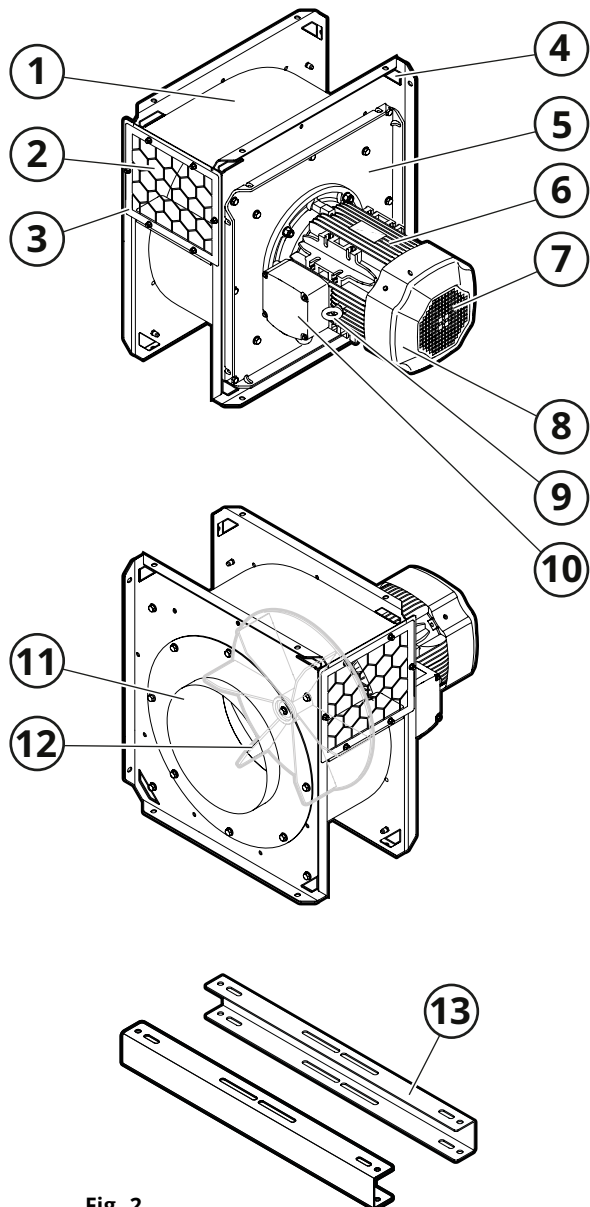

Fig. 2
Se Fig. 2.
Luft sugs in genom inloppet (11, Fig. 2) till centrum av fläkthjulet (12). Därefter sugs luften genom fläkthjulet och evakueras i fläktens utlopp (2).